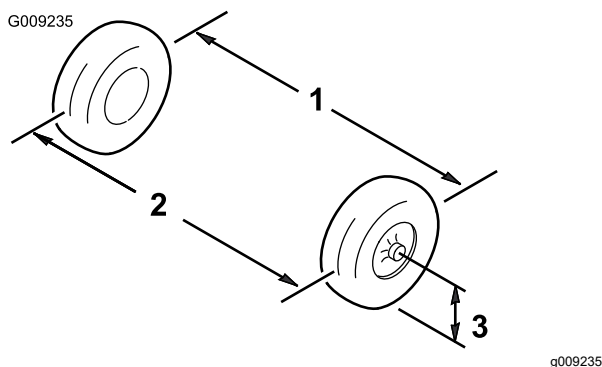

Bild 44
2. Messen Sie den Abstand zwischen beiden Vorderreifen auf Achshöhe (an der Vorder- und Rückseite der Vorderreifen) (Bild 44).